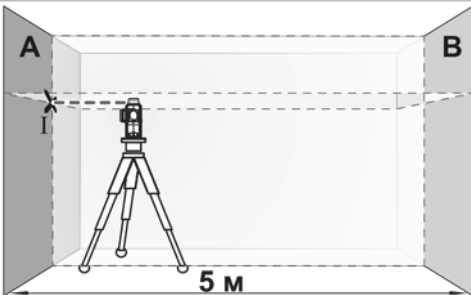

Рисунок 4
3.5.2 Спрямуйте лазерну проекцію на ближчу стіну «А» та зачекайте, поки промінь автоматично вирівнюється. Позначте середину точки, в якій лазерні лінії перетинаються на стіні (точка «I», рисунок 4).